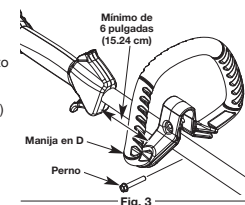

Fig. 3
- Aloje el perno que está en la manija lo suficiente para moverla (Fig. 3).
- Apriete el perno hasta que la manija en D esté segura. (Fig. 3)